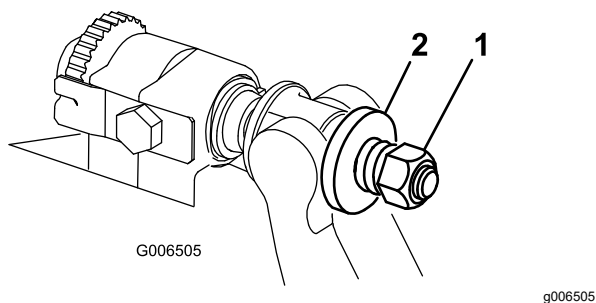

Figura 33
6. Serrate il dado di tensione della molla finché la molla non si schiaccia, quindi allentate di 1/2 giro (Figura 33).